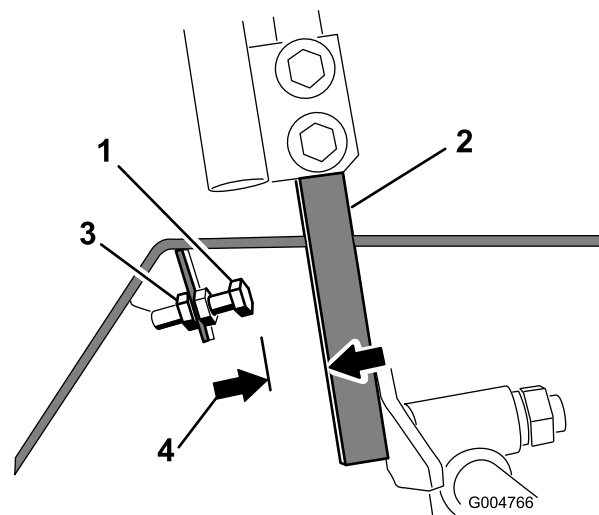

Figura 58
4. Afloje la contratuerca del perno de tope de una palanca de control (Figura 58).